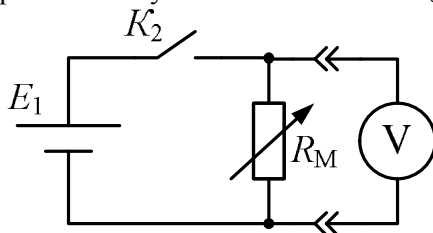

Рис. 5.5
2.2. Соберите схему, приведенную на рис. 5.5. Ключ K_2 установите в разомкнутое положение (рычажок вниз). В качестве вольтметра используйте мультиметр, установленный на предел «20 V». На магазине сопротивлений установите значение $R_0 = 5\text{ кОм}$.